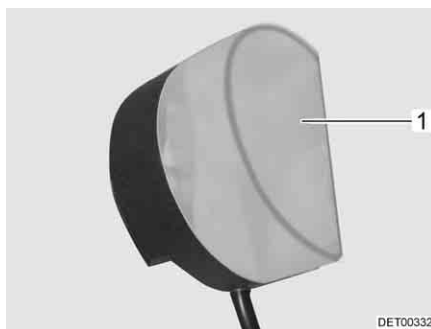

Fig. 257 Luci armadi guardaroba
- Comprimere leggermente e rimuovere la copertura della lampada (Fig. 257,1).